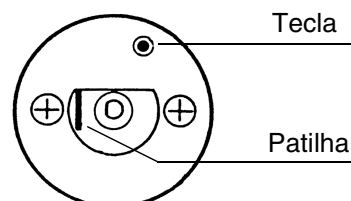

Fig. 2
- Prima a patilha ou a tecla (conforme o tipo de regulador) para trás com a ajuda de uma chave de fendas ou ferramenta semelhante, mantendo-a premida, até que o limitador de segurança de temperatura se solte (fig. 2).